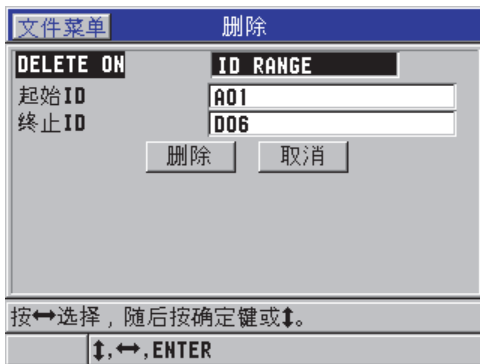

图 6-32 删除当前文件中某一 ID 码范围的数据
2. 在删除屏幕中（参见第 108 页的图 6-32），将 **DELETE ON**（删除开启）设为 **ID RANGE**（ID 范围）。